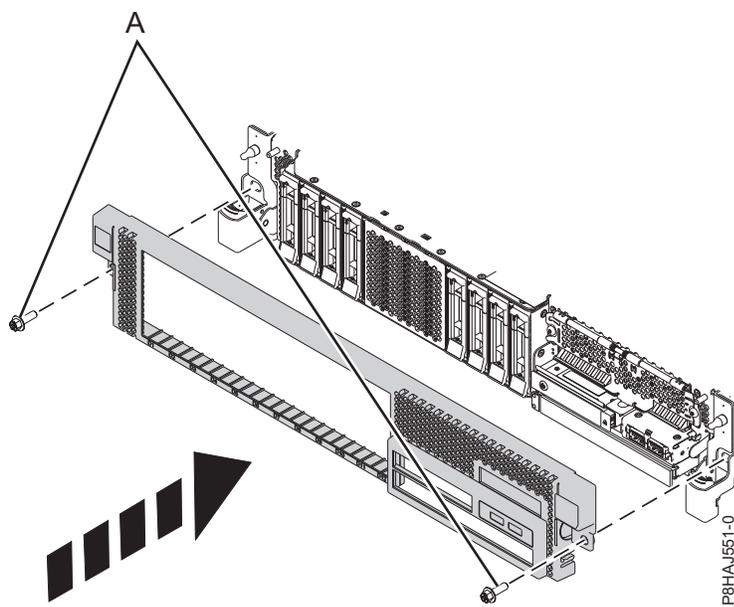

Figura 80. Instalar a tampa frontal
3. Feche os trincos de libertação ao empurrá-la na direcção mostrada em Figura 80 na página 109. A tampa fica encaixada e tem uma indentação que lhe permite segurá-la mais facilmente.
4. Substitua os parafusos de transporte (A).